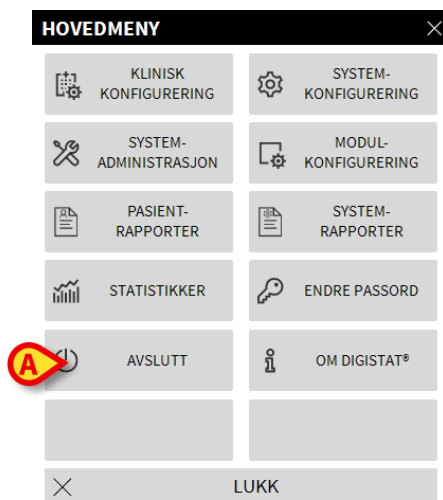

Fig. 40
Avslutt-knappen i DIGISTAT®-hovedmenyen (Fig. 40 **A**) gjør det mulig å avslutte DIGISTAT®-miljøet. For å avslutte DIGISTAT®:
DIGISTAT®-hovedmenyen åpnes (Fig. 40).
- Klikk på **Avslutt**-knappen (Fig. 40 **A**).